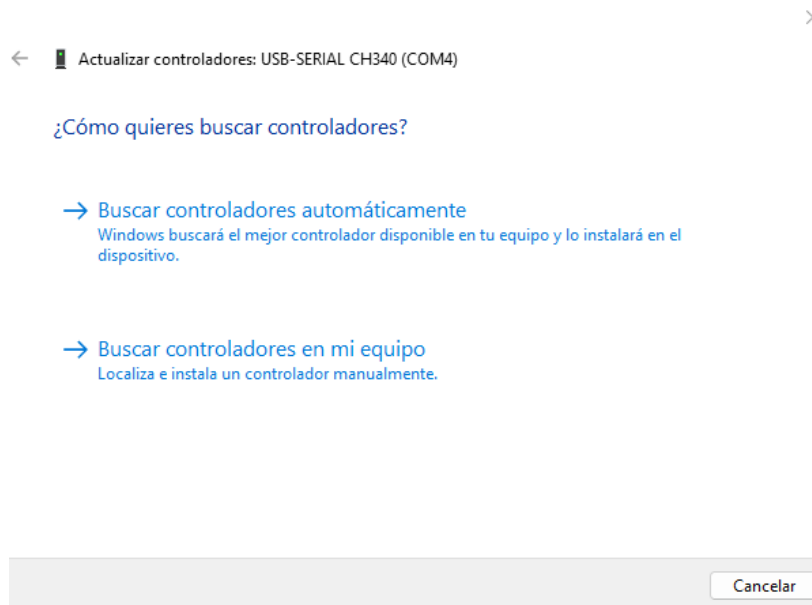

Figura B.5: Opciones de búsqueda para el controlador de Arduino Nano.
4. Aparecerá la ventana de la Figura B.5. Dar clic en la opción *Buscar controladores en mi equipo*.